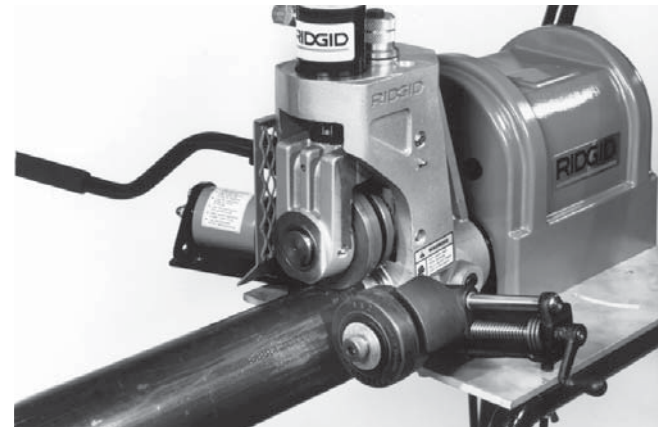

Рисунок 10 – Регулировка стабилизатора трубы
3. Затягивайте ролик стабилизатора, пока он не коснется внешней поверхности трубы. Затяните стабилизатор еще на один полный оборот после касания внешней поверхности трубы (рисунок 10).